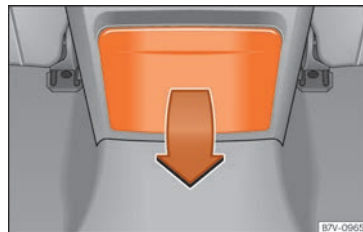

Fig. 194 Parte posterior de la consola central: desplegar los portabebidas.
- Para *abrir*, desplegar hacia abajo el portabebidas, en el sentido que indica la flecha »» **fig. 194**.